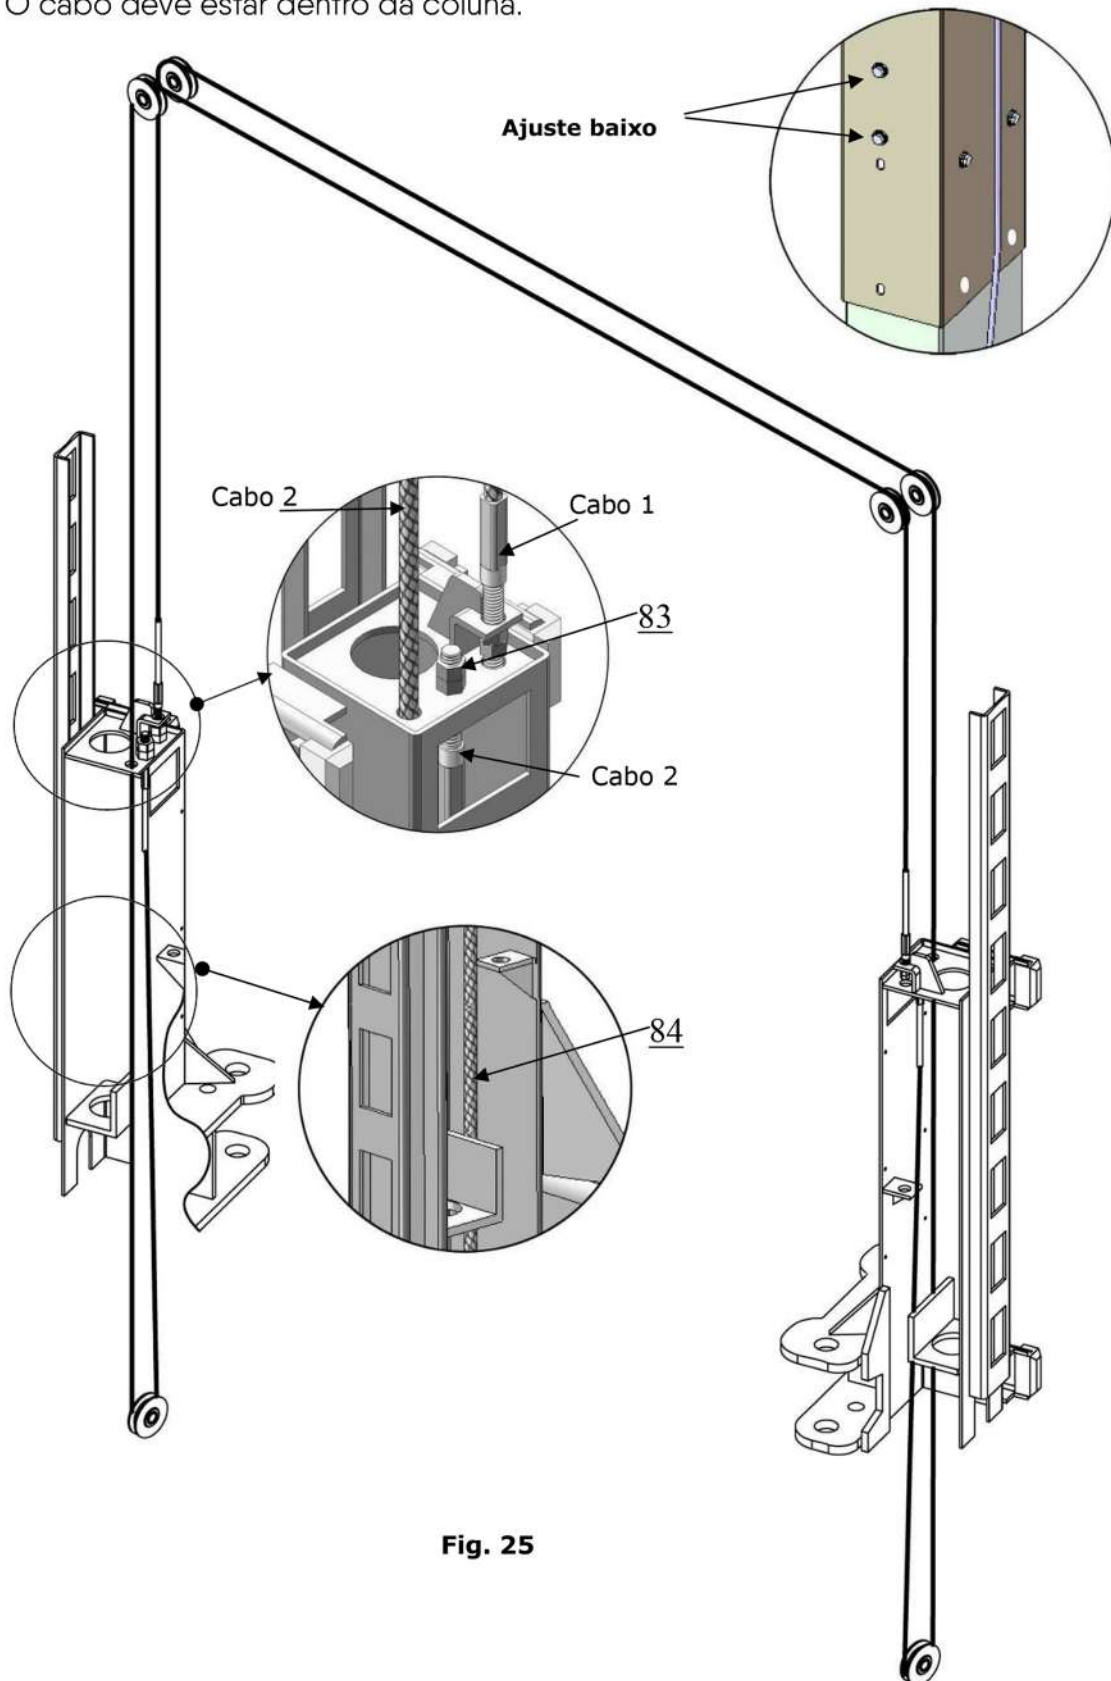

Fig. 25
1. Conexão de cabo de ajuste baixo (Ver Fig. 25).